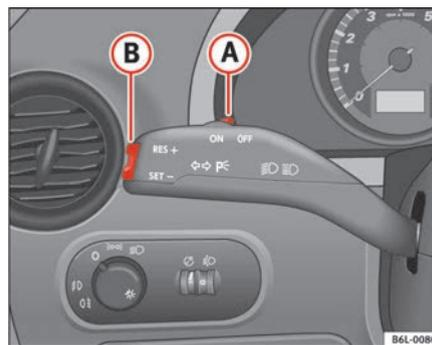

Fig. 108 Levier des clignotants et de l'inverseur-codes : commandes du régulateur de vitesse
- Appuyez sur la partie supérieure **RES** de la commande à bascule ⇒ fig. 108 **B** pour augmenter la vitesse. Tant que vous maintenez enfoncée la commande à bascule, le véhicule accélère. Lorsque vous lâchez la commande à bascule, la nouvelle vitesse est mémorisée.
⇒ page 152, fig. 108 **(B)**.